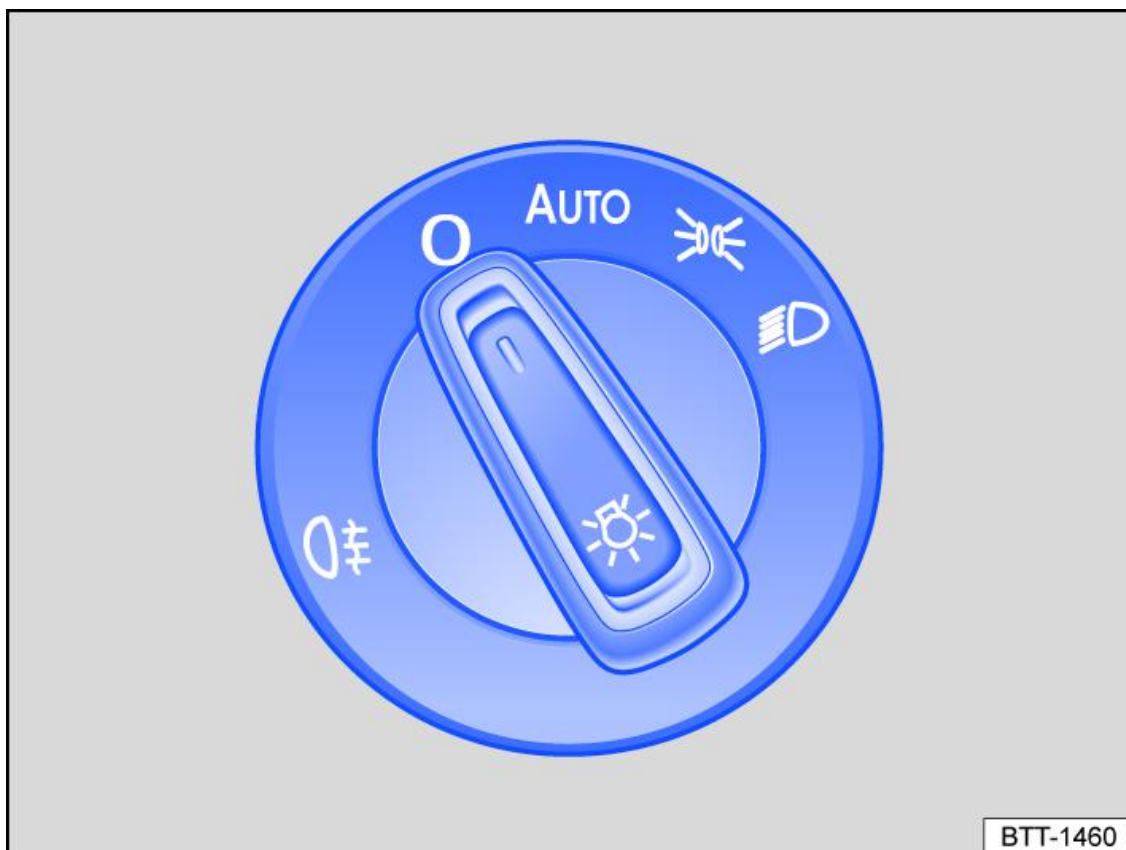

Fig. 1 L'interruttore delle luci accanto al volante (una variante)
2. Ruotare l'interruttore delle luci, mettendolo nella posizione desiderata → *fig. 1*: